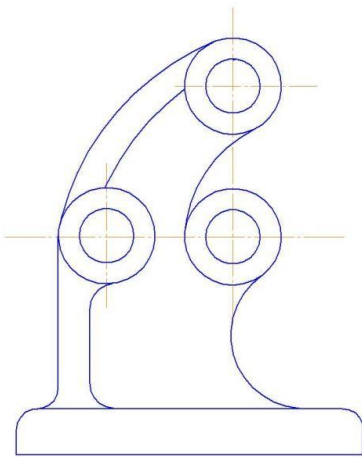

Рисунок 4
Далее на панели инструментов выберите Зеркально отразить, нажмите на построенный отрезок, укажите на 2 точки вертикальной осевой рис.4. Командой Усечь Кривую, уберите части окружности и у вас получится рис.5
3. Выполнить все сопряжения (рис.4 и 5).